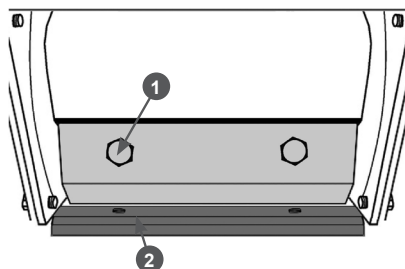

Рис. 31 Проверка зазора
4. Проверьте зазор между режущей кромкой ножа 1 и контрножом 2 (Рис. 31). После этого проверните барабан с ножами и проверьте зазор между контрножом и режущей кромкой второго ножа. Зазор должен быть 1-3 мм